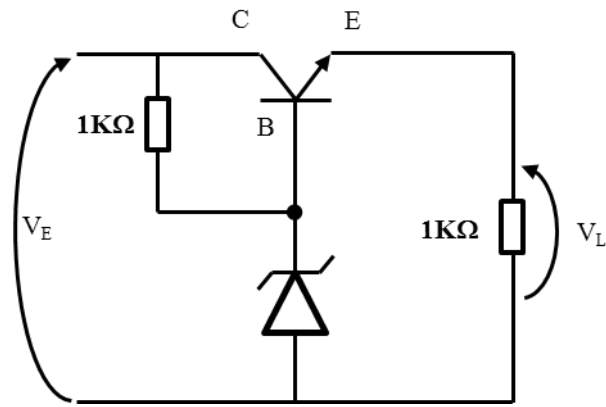

Figura 11 – Regulador série transistorizado
- 2.1 Monte agora o circuito esquematizado na Figura 11. Utilize um Zener de 12 V, I_{zmin} de 5 mA. Qual seria o valor esperado de regulação de entrada, isto é, qual seria a tensão máxima V_L esperada?